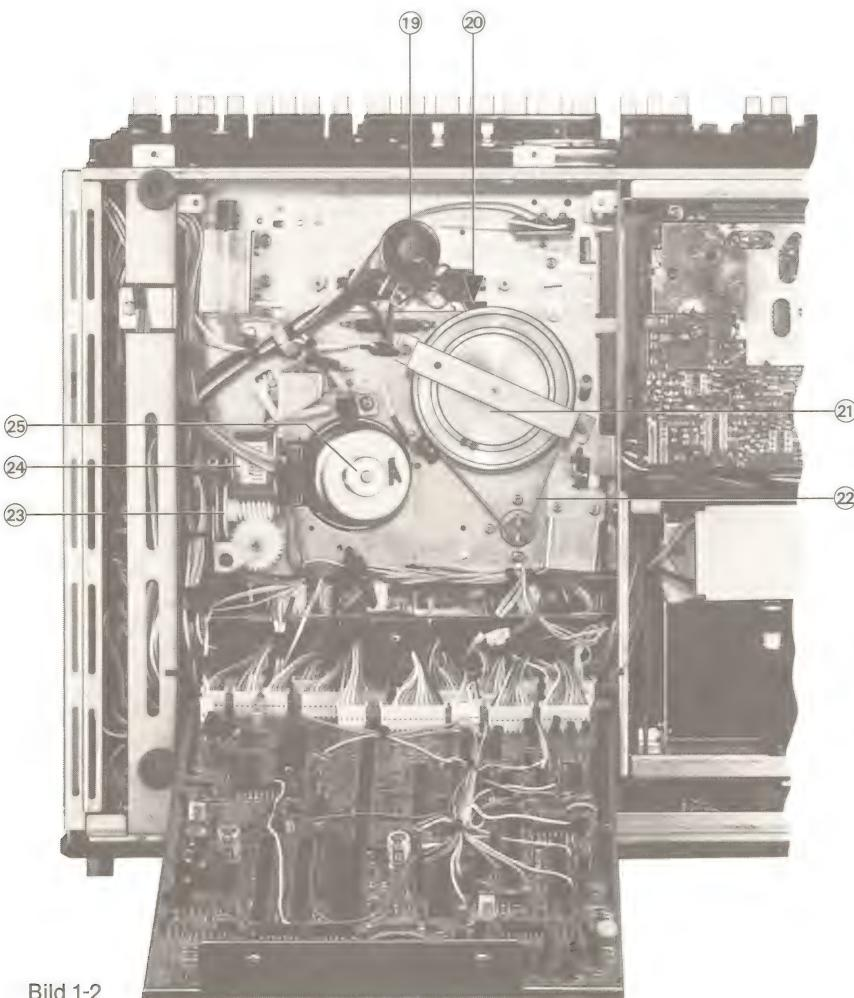

Bild 1-2
1. Falls erforderlich, Ladearme in Ruhestellung zurückschwenken. Dazu Gehäuseboden und Mechanik-Steuerplatte abschrauben und Lademotor ④ im Uhrzeigersinn bis zum Anschlag drehen (siehe Bild 1-2, Seite 2).
2. Band in Cassette zurückfädeln. Dazu den Aufwickelteller mit Hilfe eines Schraubenziehers durch die Öffnung ⑩ in Gegenuhrzeiger-Richtung hebeln.